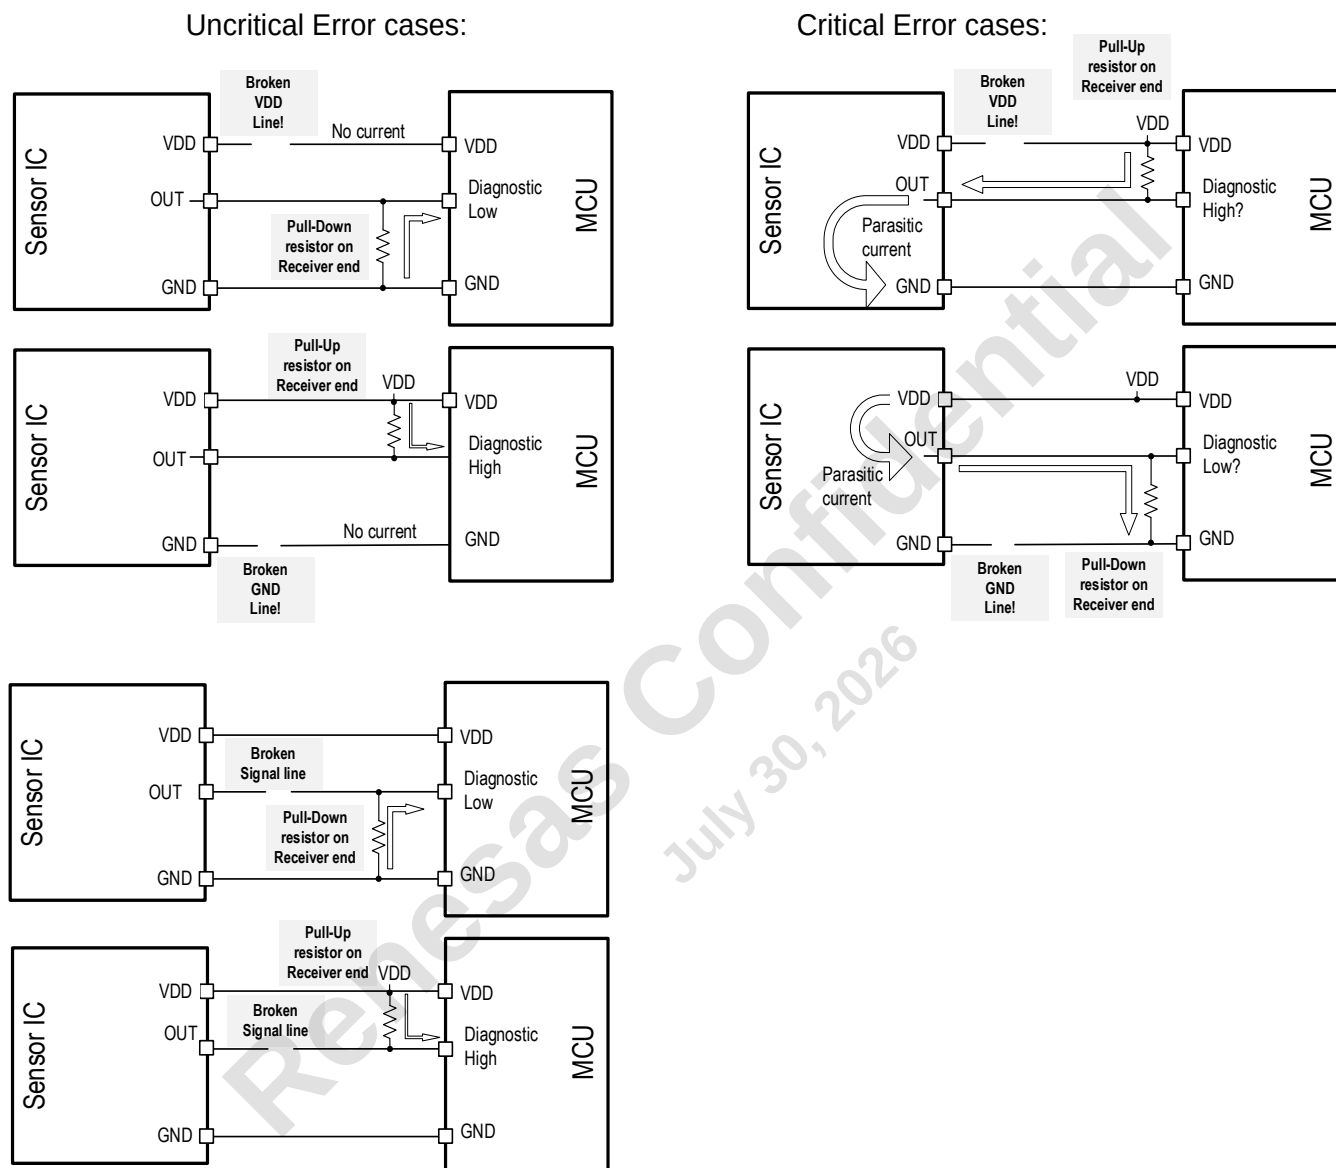
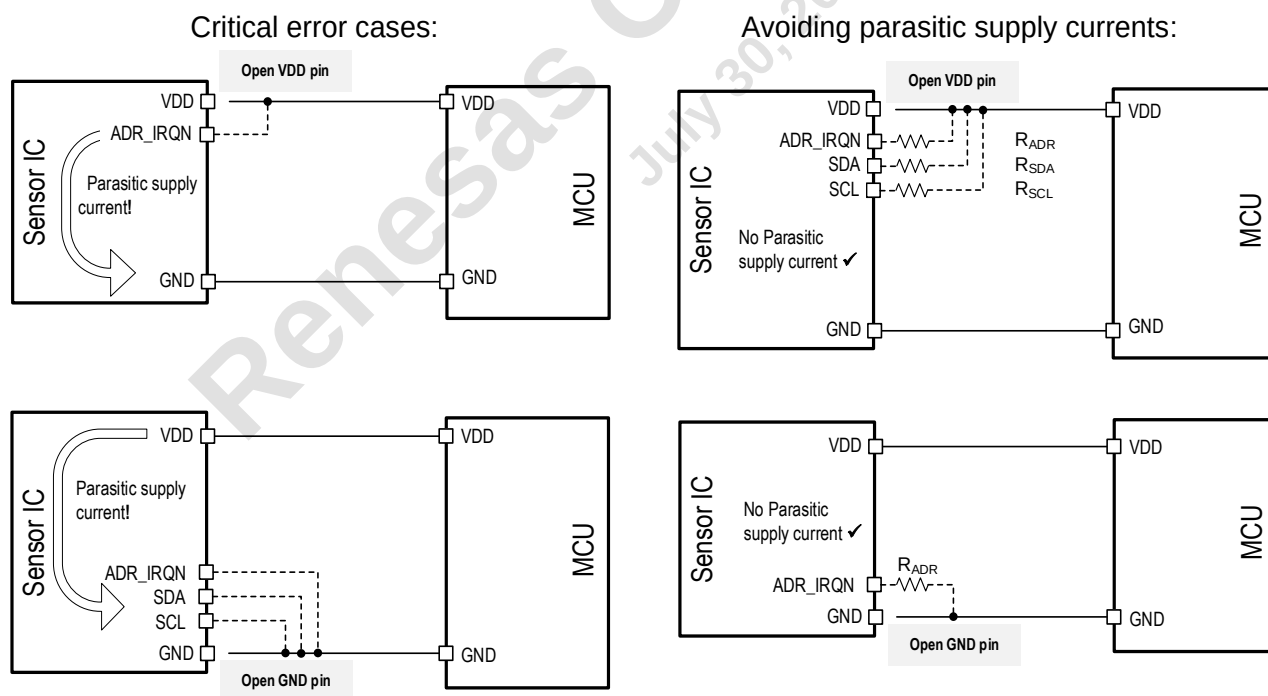

図 25 VDD または GND ラインの断線によるアナログ出力の寄生電流
図 26 ADR_IRQN 端子、SDA 端子、SCL 端子の寄生電流
電源、グランド、またはアナログ出力の断線のほとんどはアナログ出力端子の DC 電圧をモニタすることにより容易に検出可能です。図 25 左列の図を参照してください (OUT は SIN_SCL、SINN、COS_SDA または COSN です)。診断エラーまたは信号線断線の場合、影響を受けた端子の DC 電圧は外付けのプルアップ抵抗またはプルダウン抵抗により診断範囲 (diagnostic high または diagnostic low) へ引き込まれます。
- 受信側に外付けプルアップ抵抗が有る場合の VDD の断線 (図 25 右上の図参照):
- 受信側に外付けプルダウン抵抗が有る場合のグランド配線の断線 (図 25 右下の図参照):
VDD または GND 端子がオープンの場合、ADR_IRQN または SDA、SCL が VDD または GND に直接接続されている場合に寄生電源電流が流れる可能性があります (図 26 の Critical error cases 参照)。このような寄生電源電流を避けるには、図 26 の Avoiding parasitic supply currents に示すように、これらの端子を VDD または GND に抵抗を介して接続します。R_{ADR}、R_{SDA}、R_{SCL} の値は表 14 を参照してください。
p.31 図 15,図 14: SCL の接続変更 p.32 セクション 15.2: 電源電圧の表記を $3.3V \pm 10\%$ または $5.0V \pm 10\%$ から、$3.3V \pm 0.3V$ または $5.0V \pm 0.5V$ に変更 p.32 セクション 15.3.1: 説明と表の追加 p.32 図 17: 抵抗と抵抗値の表記変更 p.33 セクション 15.3.2: 参照する図の変更と表の追加 p.17 図 18: 抵抗値の表記変更 p.34 図 19: 抵抗値の表記変更 p.34 図 20: 抵抗値の表記変更 p.36 図 22: 抵抗値の表記変更 p.36 セクション 17: 図 22 の下の注記の修正 p.37 セクション 17.1: 動作電源電圧の記載を $3.3V \pm 10\%$ または $5.0V \pm 10\%$ から、$3.3V \pm 0.3V$ または $5.0V \pm 0.5V$ に変更 p.37 表 22: Supply voltage range のプログラムオプションの記載を $3.3V \pm 10\%$ または $5.0V \pm 10\%$ から、$3.3V \pm 0.3V$ または $5.0V \pm 0.5V$ に変更 p.40 セクション 18.2.1.2: 説明文の修正、追加 p.41 図 25: タイトル修正 p.42 表 24: 参照する図の明記 p.42 表 25: 参照する図の明記 p.42 セクション 18.2.1.2: 説明文修正 p.42 図 26: 対象端子の追加、抵抗値の表記変更 p.44 表 26: Output buffer failure の Temporary タイプの説明修正、Static タイプの追加 p.45 セクション 18.5: C_T の参照先追加 p.48 セクション 24: 章名、表内の「注文」を「発注」に変更